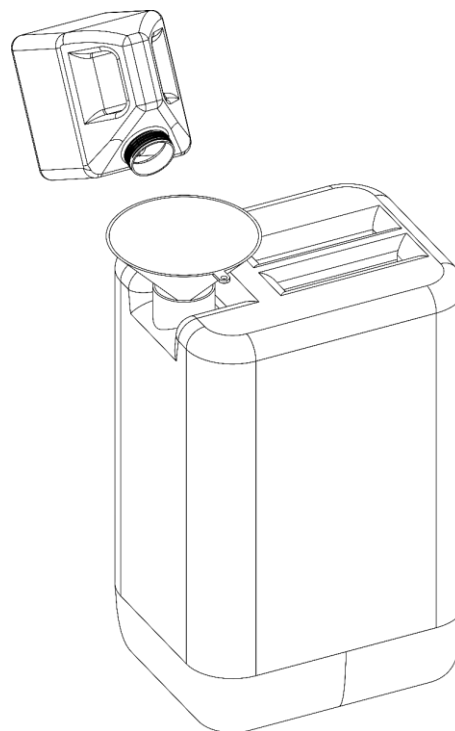

Abb. 43
- 07) Verwenden Sie einen Trichter, um das Nebelfluid aus dem Tank in den originalen Nebelfluid-Kanister zu gießen, wie in Abb. 43 gezeigt.